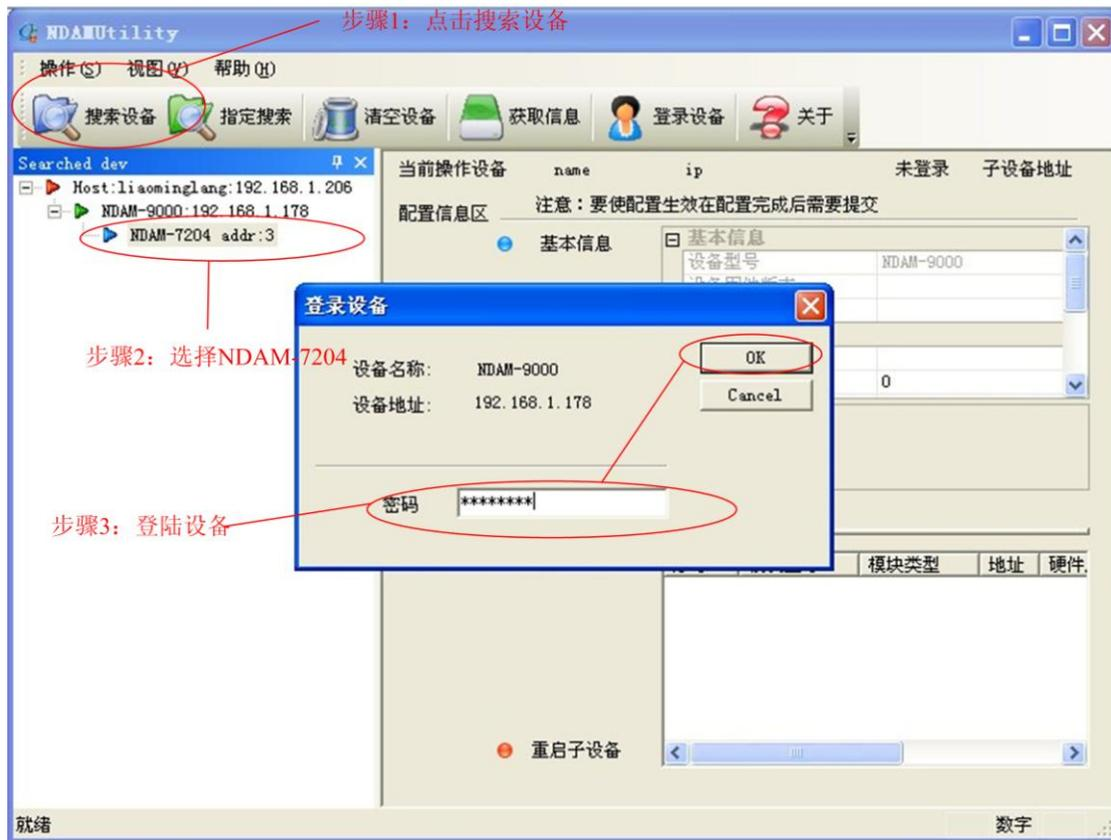

图 5.3 登陆设备
- 单击界面中的“搜索设备”按钮，进行设备搜索，如图 5.3 所示。
- 单击界面中的“NDAM-7204 addr: 3”，输入当前通讯模块的登陆密码后点击 OK，登陆设备，如图 5.3 所示；